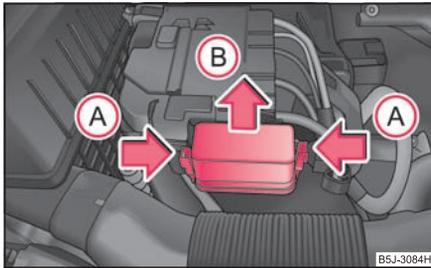

Abb. 202 Batterie: Sicherungsdeckel
- Drücken Sie die Verrastungen der Sicherungsabdeckung gleichzeitig in Pfeilrichtung **A** zusammen \Rightarrow Abb. 202, schieben Sie die Abdeckung in Pfeilrichtung **B** heraus.